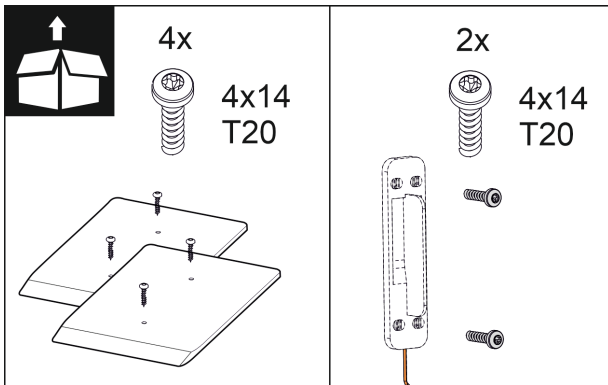

Fig. 16
2. Meegeleverde montageonderdelen controleren. *Fig. 10 () tot Fig. 16 ()*
Montagedelen meegeleverd *Fig. 10 () tot Fig. 16 ()*